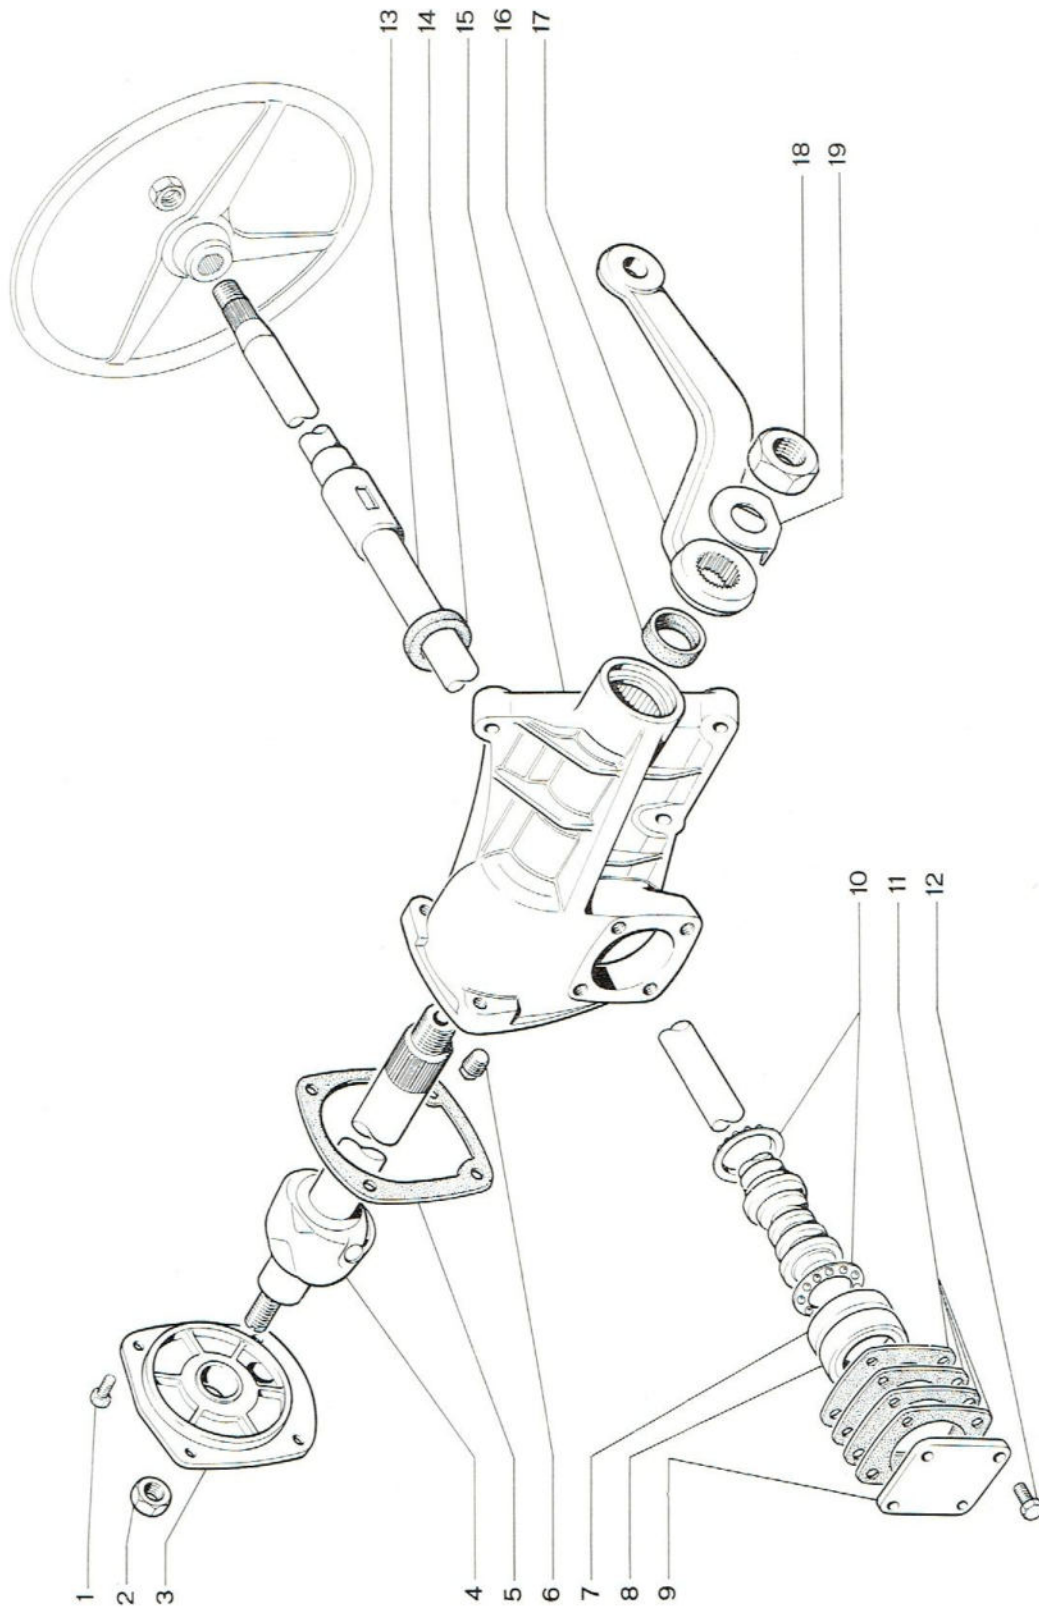

Abb. 112 - Bestandteile des Lenkgehäuses.
Der Lenkstockhebel (17, Abb. 112) braucht nicht von der Lenkrollenwelle (4) abgenommen zu werden.
a) Der Aufspannbock mit dem Lenkgehäuse wird so gedreht, dass die Lenkspindel (13) und die darüber befindliche Lenkrollenwelle (4) waagrecht liegen.
c) Dann wird die Lenkspindel (13) zuerst nach rechts gedreht, und nach jeweils einer Viertelumdrehung wird geprüft, ob sich am Lenkstockhebel ein Spiel feststellen lässt (der Hebel darf dabei nur leicht gehalten werden). Sobald sich ein gewisses Spiel ergibt, dann notiert man sich die genaue Stelle, dreht die Lenkung wieder in die Stellung für Geradeausfahrt zurück und wiederholt das Ganze für die linke Seite.
— dann wird die Einstellschraube eine Viertelumdrehung entsprechend dem Uhrzeigerlauf gedreht und in der neuen Stellung durch die Mutter (2, Abb. 112) gesichert;
Schraube (6, Abb. 112) lösen und Öl ablassen.
Der Deckel (3, Abb. 112) wird mit seinem Dichtflansch (5) versehen, der mit Dichtungsmasse zu bestreichen ist.
Nach dieser Einstellung wird die Gegenmutter (2, Abb. 112), bei fest gehaltener Einstellschraube, endgültig angezogen.